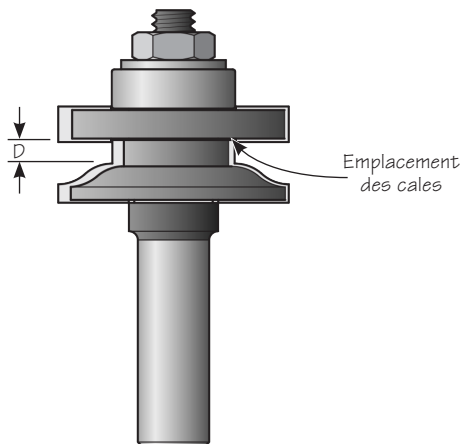

Figure 4 : Mèche assemblée pour les coupes de profil
2. Assemblez la mèche de toupie pour effectuer les coupes de profil. Voir la **figure 4**. Fixez la mèche à la toupie montée sur une table et faites un test avec une retaille de bois afin de vérifier l'espacement entre les couteaux – mesure D de la **figure 4**.